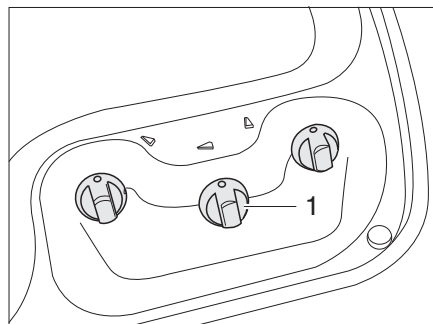
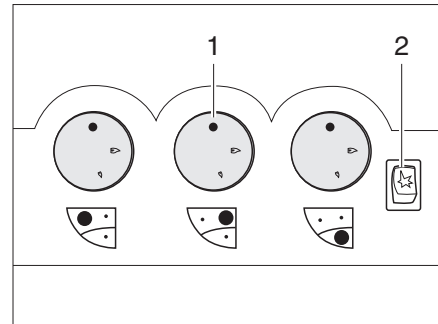

Fig. 230 Boutons de commande pour le réchaud à gaz (variante 1)
Fig. 231 Boutons de commande pour le réchaud à gaz (variante 2)
- Tourner le bouton tournant (Fig. 230,1 ou Fig. 231,1) du brûleur désiré en position d'allumage (grande flamme).
- Si une touche d'allumage (Fig. 231,2) est présente : Générer une étincelle en appuyant sur la touche d'allumage.